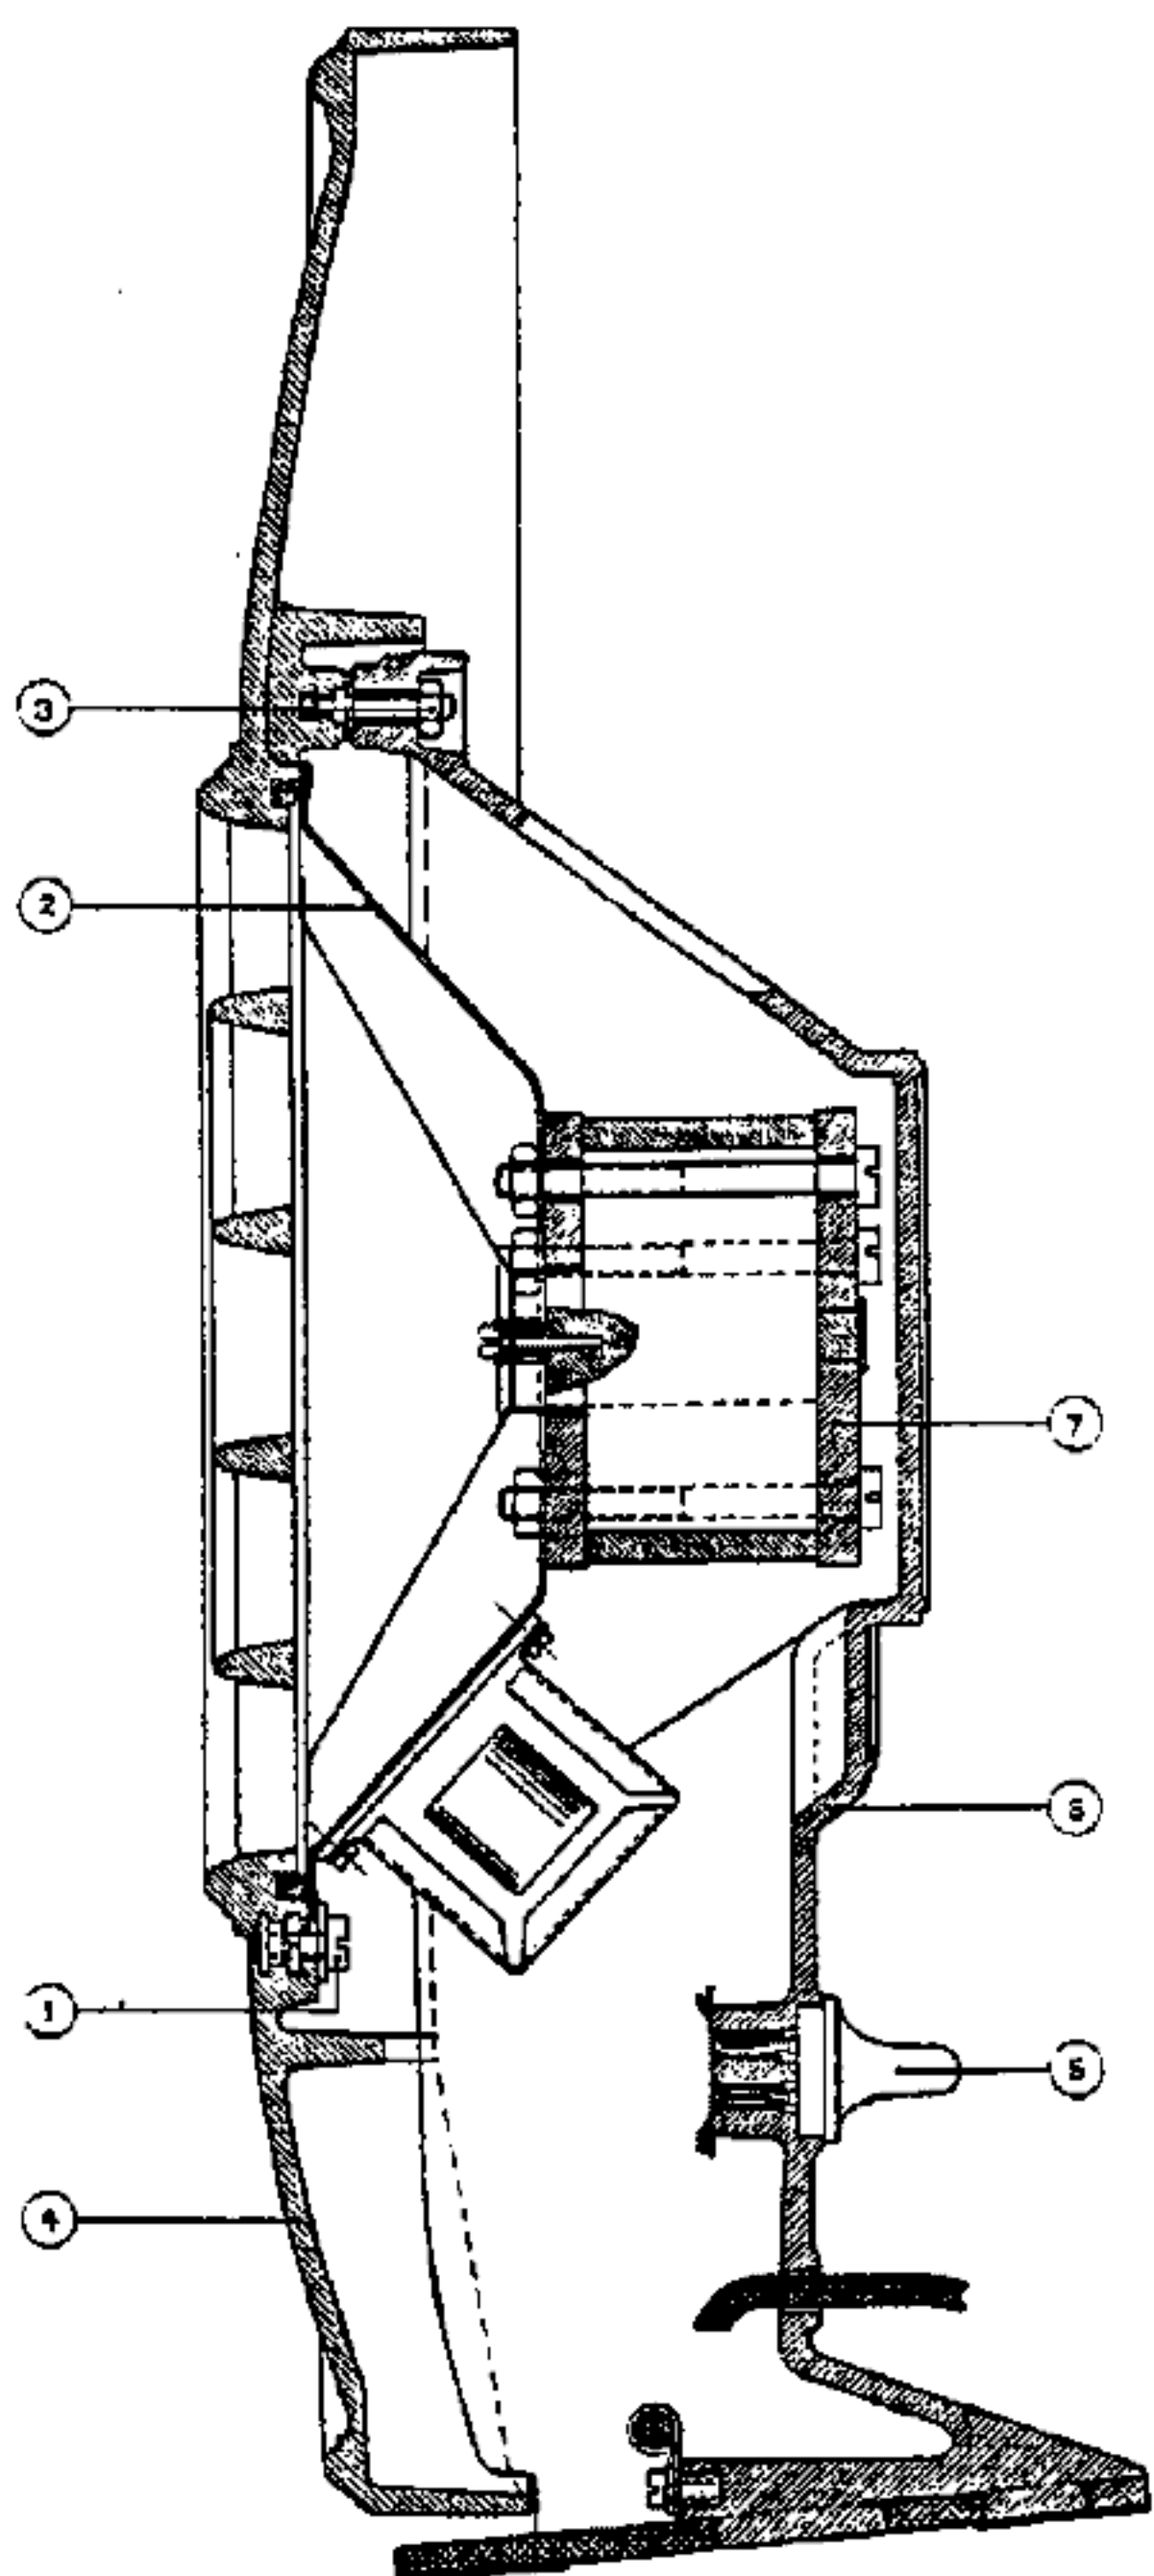

Fig. 1
HAUT-PARLEURS 2115 ET 2119 (fig. 1).
Pour démonter le haut-parleur, dévisser, après avoir enlevé le sceau de laque, les écrous (3) fixant la plaque frontale au pied. Après quoi, les connexions sur la plaque de jonction du transformateur, peuvent être dessoudées; la plaque frontale et le moteur de haut-parleur sont alors entièrement séparés. Il est ensuite très facile de défaire le moteur (vis I). A la partie postérieure du haut-parleur se trouve une petite fiche avec laquelle il est très facile de mettre en circuit tout l’enroulement primaire ou la moitié. La figure 1 A en donne le schéma de montage.
LISTE DE PIÈCES DÉTACHÉES (Fig. 1).